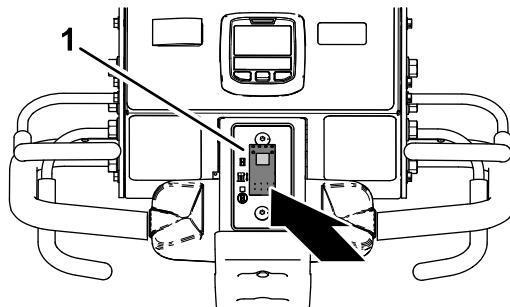

Figure 93
- Appuyez sur le bas de la commande d'abaissement (Figure 93) pour sélectionner la position ABAISSEMENT IMMÉDIAT.